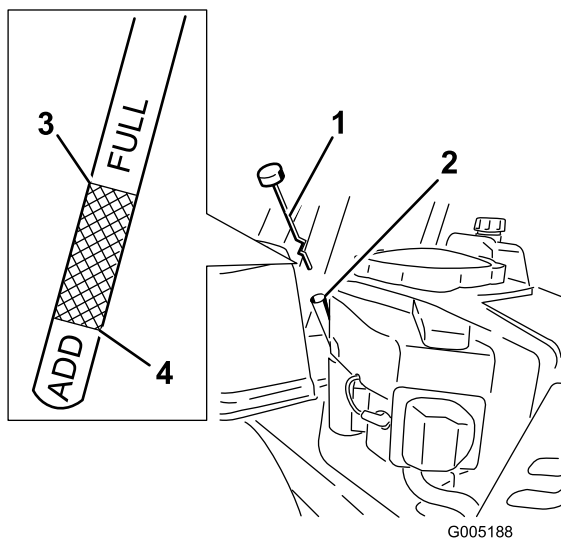

Figura 30
4. Tirate e rimuovete il tappo dell'olio/l'asta di livello; rimuovete l'olio. Reinserite l'asta di livello e premete con forza in sede (Figura 30).
5. Estraete l'asta e controllate il livello dell'olio. (Figura 30).
8. Togliete il tappo/asta del rabbocco dell'olio (Figura 30).
14. Versate lentamente nel tubo di rifornimento (Figura 30) l'80% circa dell'olio indicato.
15. Montate il tappo/asta di rabbocco dell'olio (Figura 30).
16. Controllate il livello dell'olio (Figura 30); vedere Controllo del livello dell'olio.
18. Montate il tappo/asta di rabbocco dell'olio e serrarli stretti (Figura 30).